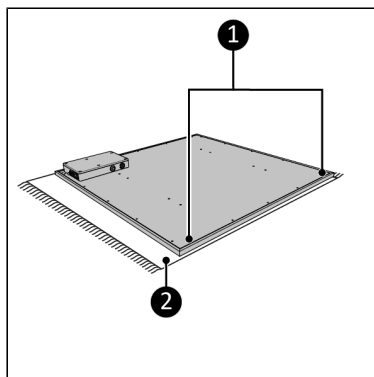

Abbildung 56.
1. Legen Sie das Gerät auf eine stabile weiche Oberfläche (Abbildung 56, Pos. 2).